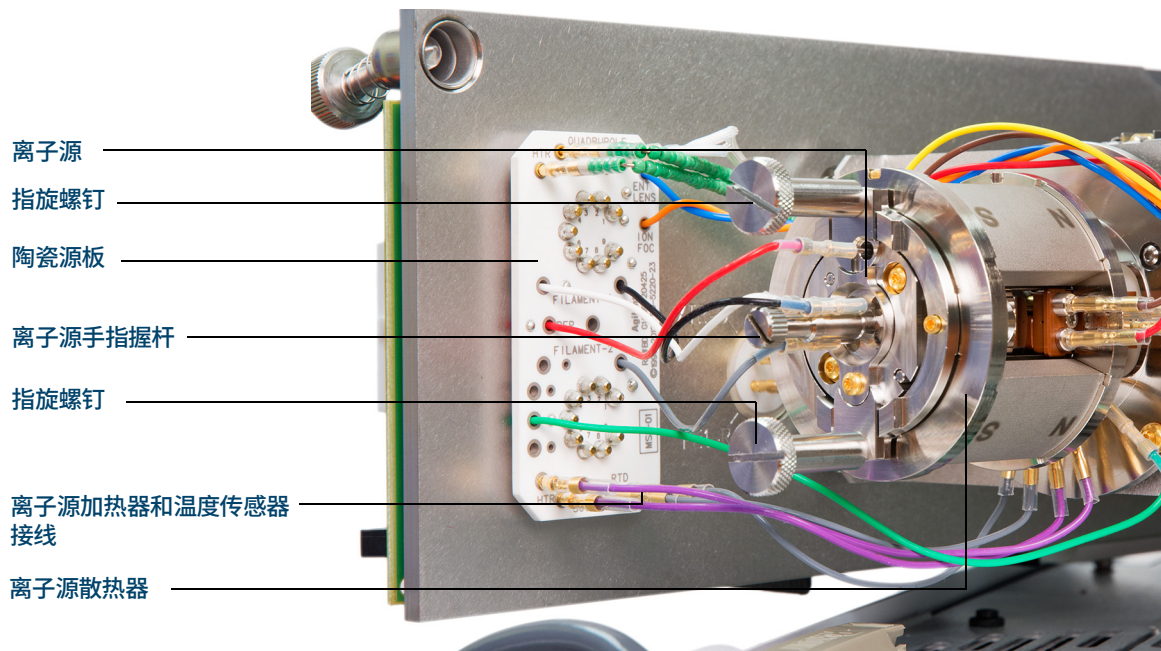

图 49 HES MSD 分析器腔体
- 3 卸下用于固定离子源的两个大型指旋螺钉。(请参阅图 49 (第 143 页)。)
- 4 从 EI HES 上断开连接线。(请参阅图 49 (第 143 页)。) 不要过分弯折这些连接线。(请参阅“连接 / 断开 EI HES 配线”，第 144 页。)